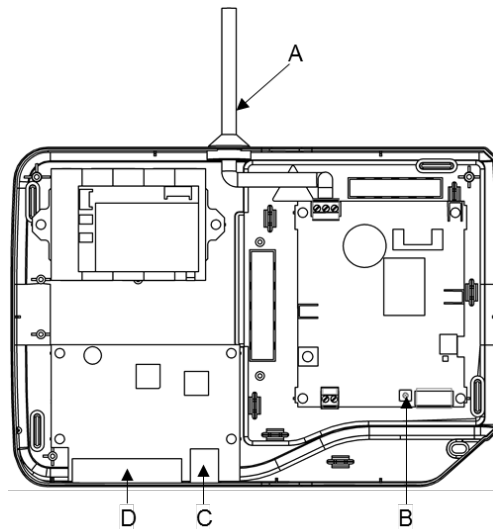

Abb. 6.2: Innenansicht
- Bei längerer Lagerung oder Netztrennung das Produkt vom Netz trennen und den Knopf zur Abschaltung der Sicherheitsfunktion drücken (siehe Abb. 6.2 in Kapitel 6.4).